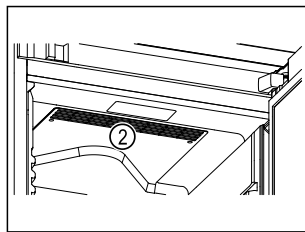

Fig. 67
- Lüftungsschlitze Fig. 67 (2) des Umluftgebläses im Innenraum freihalten.